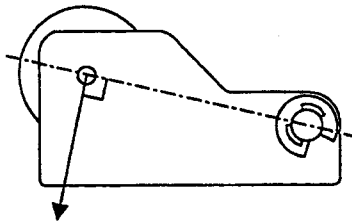

Fig. 2-1
3. Pull the spring scale in direction indicated in Fig. 2-1 until the pinch roller fully loses contact with the capstan shaft; then slowly ease the scale so the pinch roller moves back toward the capstan shaft.
3. ピンチ・ローラがキャプスタン・シャフトから完全に離れるように秤を矢印の方向(図2-1)に引っ張った後、ピンチ・ローラが再びキャプスタン・シャフトに接触するように徐々に戻す。